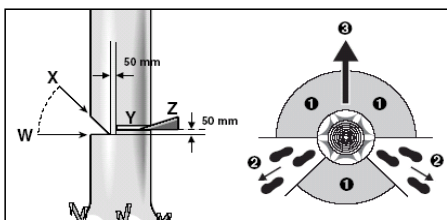

Рис. 1
Должен быть разработан и подготовлен маршрут отхода по мере необходимости до начала пильных работ. Маршрут отхода должен прокладываться назад и по диагонали к задней части ожидаемой линии падения, как показано на рис. 1.
как показано на рис. 1. Сначала сделать нижнее горизонтальное зарубание (W), это поможет избежать защемления либо цепи пилы, либо направляющей шины, когда будет выполняться вторая выемка (X).
Выполнить задний валочный рез (Y) как минимум на 50 мм выше, чем горизонтальный рез зарубания, как показано на рис. 1. Вести задний валочный рез параллельно горизонтальному резу зарубания. Сделать задний валочный рез таким образом, чтобы осталось достаточно древесины, которая работает в качестве петли. Петля из древесины удерживает дерево от скручивания и падения в неправильном направлении. Запрещается вести рез через петлю.